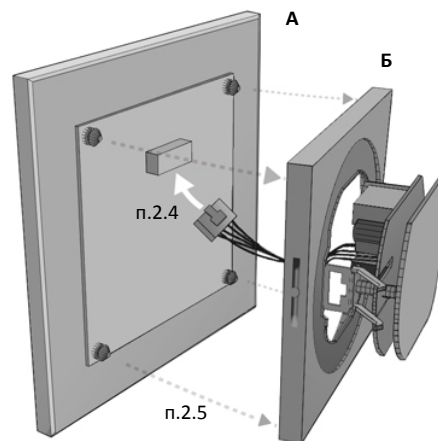

Рис. 1 Состав (А, Б) и порядок сборки (п. 2.4 и п.2.5) Q600S.
2.4 Сориентируйте и сомкните ответные части разъема шлейфа интерфейсного блока и сенсорной панели (рисунок 1).
2.5 Сориентируйте сенсорную панель разъемом вверх и присоедините к интерфейсному блоку, обеспечивая ее равномерный прижим до защелкивания в замках (см. рисунок 1).